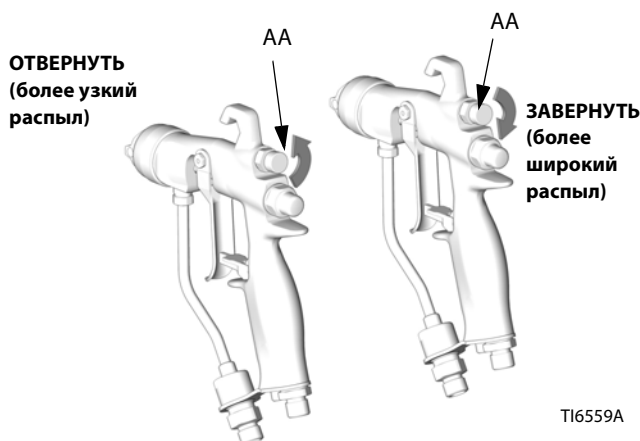

Рис. 6. Ручка регулировки подачи воздуха для изменения формы распыла
1. См. Рис. 6. Закройте подаваемый для регулировки формы распыла воздух, повернув круглую ручку (AA) по часовой стрелке (завернув) до упора. В результате на пистолете будет установлен самый широкий распыл.